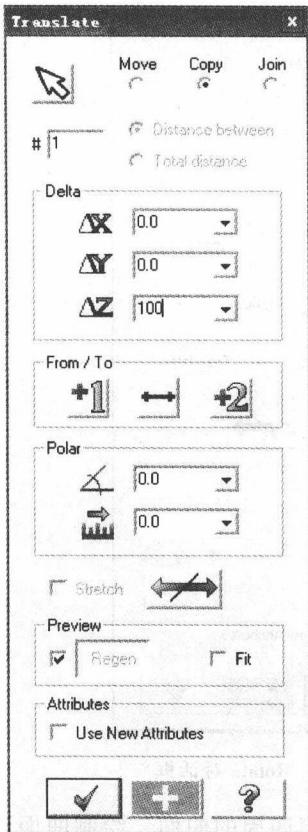

图 1-7 Translate 对话框
4) 此模具分模不算复杂，可以先将分属前、后模的曲面配置不同的颜色。选择好所要求的曲面后，依次点选 Xform/Xform Translate 下拉菜单，出现 Translate 界面，如图 1-7 所示。输入 Z100 后，点选 ，将前模曲面复制并沿 Z 方向移动 100。将此结构放置在新层 QMsurface，并沿 Z 方向移回原位置。